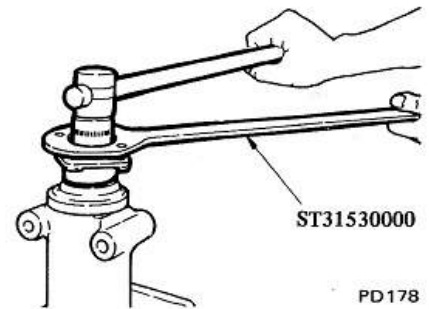

Fig. PD-13 Dépose de l'écrou de serrage du pignon d'attaque
4. Déposer l'écrou de serrage du pignon d'attaque en maintenant la contre-bride avec la clé spéciale ST31530000, puis sortir la contre-bride au moyen d'un extracteur approprié. Voir figure PD-13.